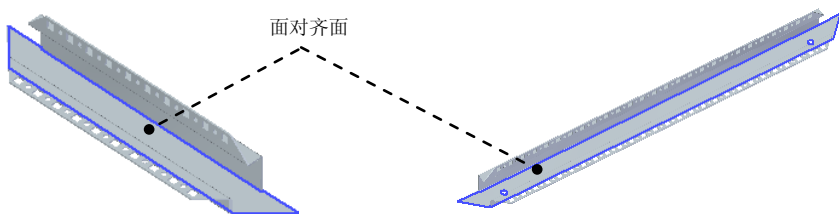

图 8.13.305 对齐面
(2) 单击“相关”区域中的  命令, 选取图 8.13.305 所示的两个钣金件上要配合的面。